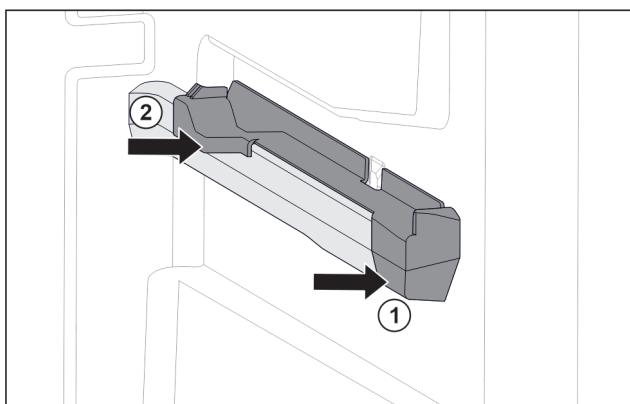

Fig. 148 Nasazovací díl na pravém žebrování na nádoby
- Nasaděte nasazovací díl na žebrování na nádoby. Fig. 148 (1)
- Přitlačte nasazovací díl k zadní části. Fig. 148 (2)